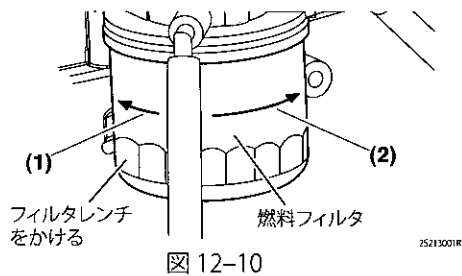

図 12-10
フィルタレンチを使って、燃料フィルタを左に回してはずしてください(図 12-10 (1))。このとき、フィルタ内の燃料が下にこぼれないように布きれで受けてください。こぼした燃料は、きれいに拭き取ってください。
新しい燃料フィルタを取りつけてください。座面が取付面にあたるまで手で右にまわして締めてください(図 12-10 (2))。その後、フィルタレンチで規定トルク $19.6 \sim 23.5 \text{ N} \cdot \text{m}$ { $2.0 \sim 2.4 \text{ kgf} \cdot \text{m}$ } で締めてつけてください。(または1回転締めてください。)